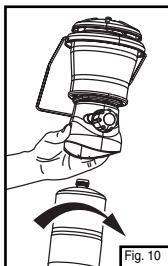

Fig. 10
- Fixez la bouteille à la lanterne; serrez à la main, sans fausser le filetage. (Fig. 10)